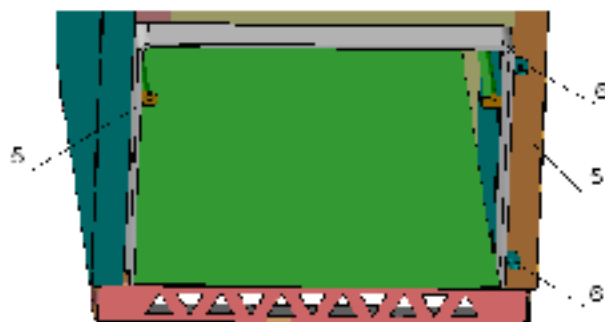
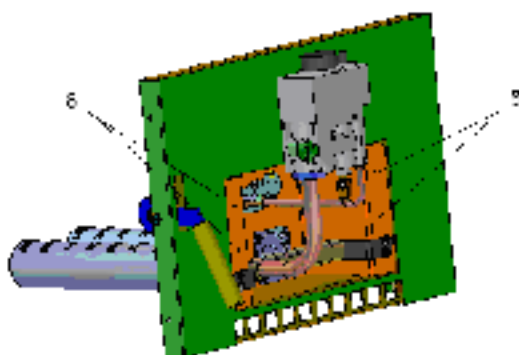
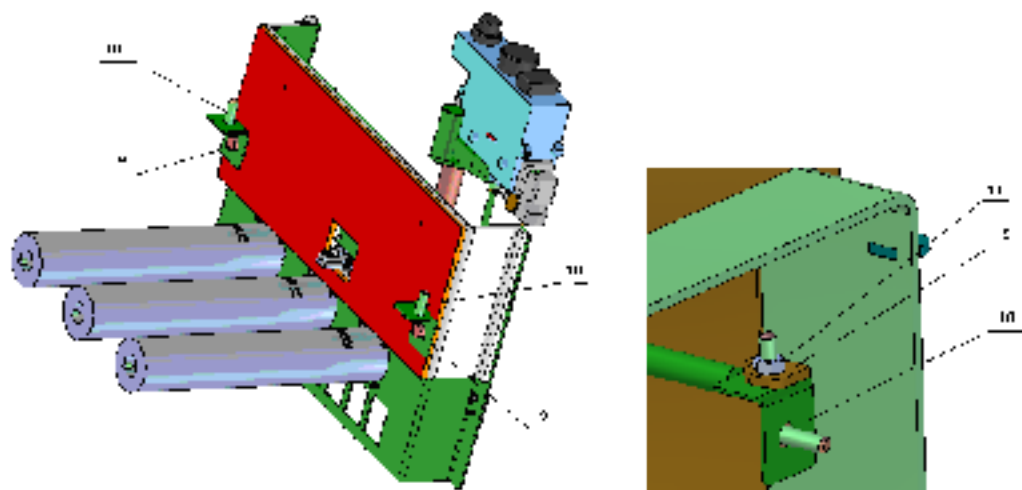

Рис. 13 Крепление горелок УГ-14...
Рис. 15 Дверца в сборе с горелкой УГт
Рис. 19 Крепление горелок: УГ-35...; УГ-45... и УГ-55...
7.3 На кронштейны 6 (рис. 13) для котлов КС-ТГ/ТГВ – 11/12...; КС-ТГ/ТГВ – 12/16...; КС-ТГ/ТГВ – 15/16...; КС-ТГ/ТГВ – 16/20... и КС-ТГ/ТГВ – 20/20... надевается дверца из комплекта горелок УГ... (табл. 2) в сборе с горелкой (рис. 15).
7.5 У котлов КС-ТГ/ТГВ-30/30...; КС-ТГ/ТГВ-40/40... для крепления горелок УГТ (рис. 19) требуется: снять кронштейны 10 (левый и правый) с щитка горелки и установить на кронштейны 5 (рис. 13,19) котла.